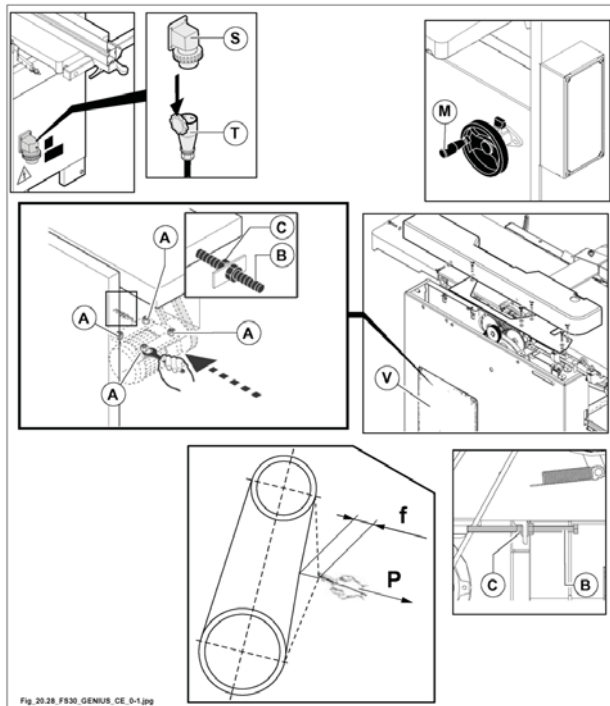

Fig. 20.28
prima di effettuare qualsiasi operazione togliere l'alimentazione elettrica e scollegare il cavo di alimentazione (presa T fig. 20.28) dalla spina (S fig. 20.28).
- Alzare il piano spessore agendo sul volantino (M fig. 20.28).
- Aprire lo sportello (V fig. 20.28).
- Allentare i 4 dadi (A fig. 20.28) di fissaggio del supporto motore.
- Allentare il dado (C fig. 20.28).
- Tensionare la cinghia avvitando la vite (B fig. 20.28).
- A regolazione eseguita stringere i dadi (A fig. 20.28) e il dado (C fig. 20.28).
- Chiudere lo sportello (V fig. 20.28).